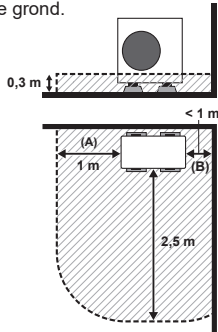

Afb. 3-3
(2) Bij installatie in een ruimte die aan 3 kanten open is (vóór een muur) (Afb. 3-3)